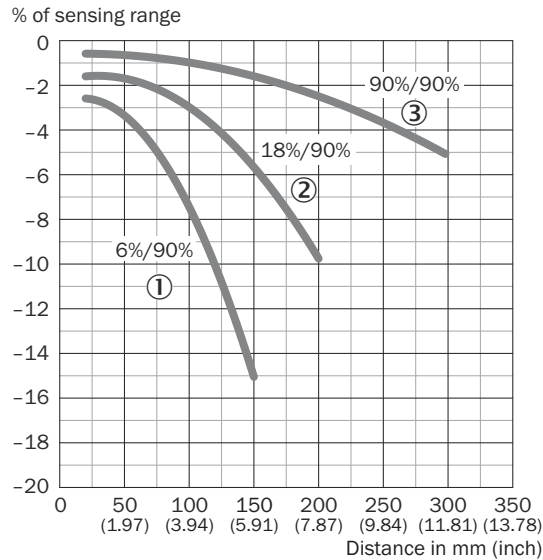

Figura 27: HTF18, % della distanza di lavoro
Controllare le condizioni di applicazione: Regolare la distanza di lavoro e la distanza dall'oggetto o dallo sfondo e la capacità del grado di remissione dell'oggetto in base al diagramma corrispondente [figura 27] (x = distanza di lavoro, y = distanza di transizione tra la distanza di lavoro impostata (sfondo) e l'oggetto come percentuale della distanza di lavoro (grado di remissione oggetto/grado di remissione sfondo)). Grado di remissione: 6% = nero ①, 18% = grigio ②, 90% = bianco ③ (riferito allo standard bianco secondo DIN 5033).
La distanza minima (= y) per rilevamento di oggetti affidabile può essere determinata secondo il diagramma [figura 27①] come segue: